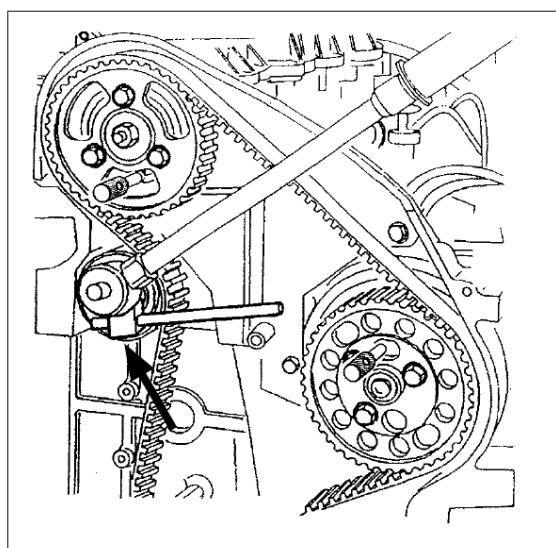

Fig. 2
- Detta verktyg behövs för att vrida spännaren och hålla den på plats medan man drar åt låsskruven (25 Nm) (Fig. 2).